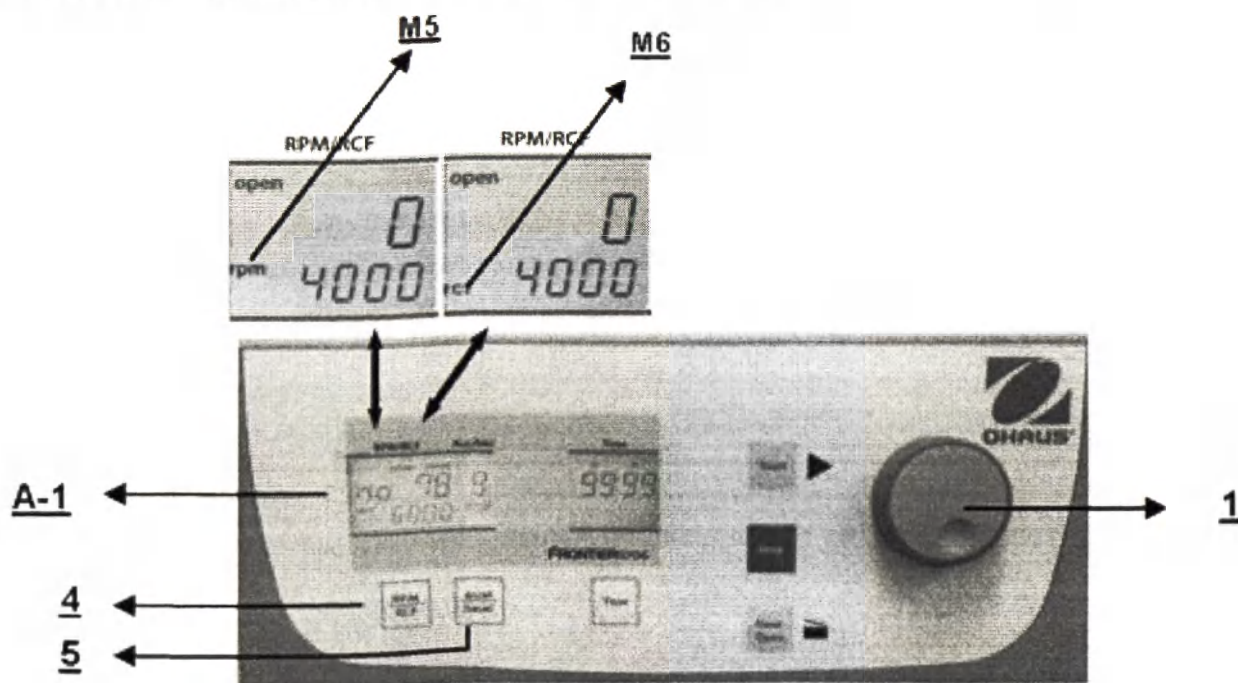

Рис. 19
Для задания этих параметров используется кнопка **RPM | RCF** (4) (см. рис. 19 ниже). После однократного нажатия этой кнопки начинает мигать обозначение **rpm** (M5). Двукратным нажатием кнопки можно включить режим задания относительного центробежного ускорения: при этом на экране начинает мигать обозначение **rcf** (M6). Задание требуемых значений параметров производится вращением рукоятки (1). Установленное значение параметра постоянно отображается в поле (A-1) до начала, в процессе и после завершения центрифугирования.